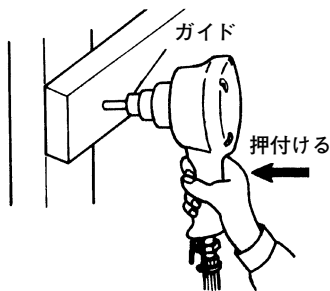

図 6
- (2) 次に釘の先端を打つ所に当て、本体を押し付けて、釘を打ち込んでください。(図 6)